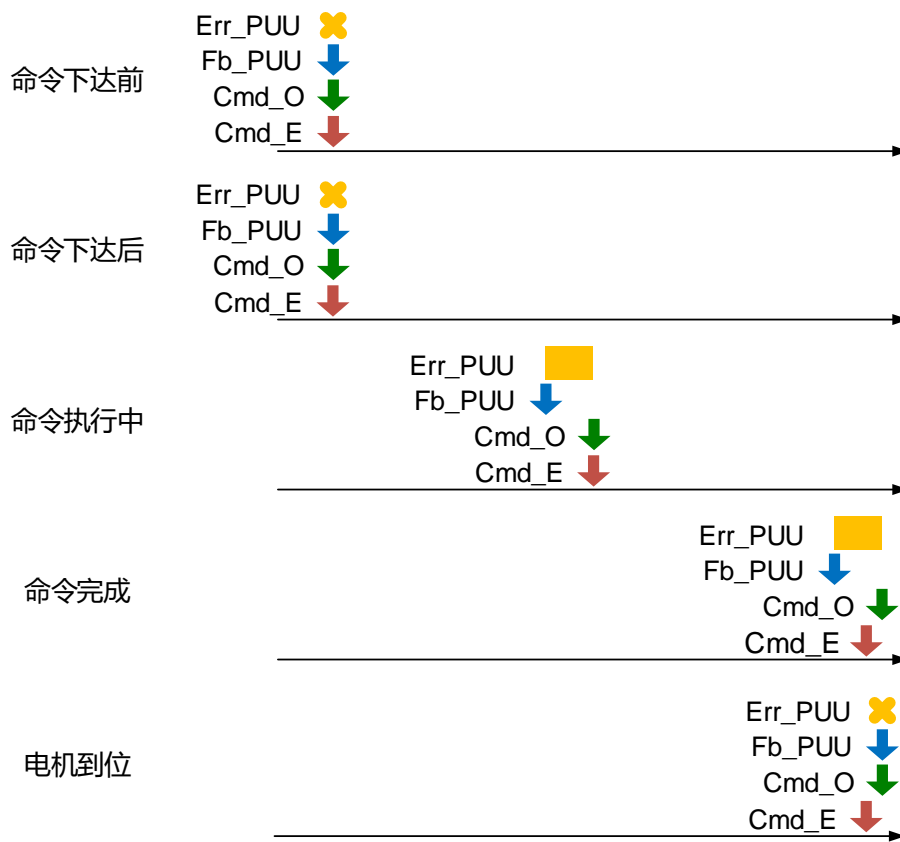

图 7.1.3.1.3 原点复归模式监视变量关系示意图
7.1.2 节中提到，PR 模式中有四个监视变量可提供用户观察伺服命令与回授的状态，分别为：命令位置 PUU (Cmd_O)、PR 命令终点缓存器 (Cmd_E)、回授位置 PUU (Fb_PUU) 及位置误差 PUU (Err_PUU)。此四个监视变量的变化在零点复归模式下 (图 7.1.3.1.3) 与伺服下达 PR 位置命令时 (图 7.1.2.1) 不相同，其原因是在原点复归完成前，伺服的坐标系统尚未定义，无法在原点复归命令下达后得知目标位置，因此无法计算 Cmd_E。默认在原点复归模式运行中，Cmd_E 与 Cmd_O 的内容会相同，直到寻得原点参考点并建立坐标系统后，Cmd_E 内容会设定为原点参考点的坐标，但伺服在寻得原点参考点后，电机开始减速至停止需要一段减速距离，此时 Cmd_O 持续下命令，若无其他 PR 命令接续在原点复归命令之后，不同于伺服下达 PR 位置命令时，最终 Cmd_O 与 Cmd_E 的内容值将会不同，如图 7.1.3.1.3。
7 驱动器的 PR 模式提供定速控制的功能，PR 速度命令的设定相关参数有加减速时间、延迟时间与目标速度。在 ASDA-Soft 软件的 PR 模式设定中选择[1]：SPEED 定速控制，即可方便地完成速度命令的规划，如图 7.1.3.2.1。